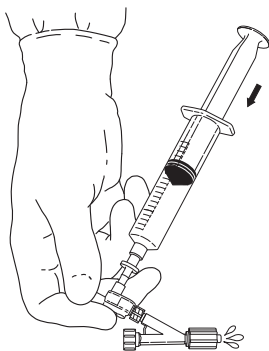

Fig. 3
5. Eliminare l'aria restante chiudendo con un pollice la porta di iniezione. Eliminare le restanti bolle d'aria dalla valvola di non ritorno e dall'adattatore Tuohy-Borst con una irrigazione lenta. **(Fig. 3)**